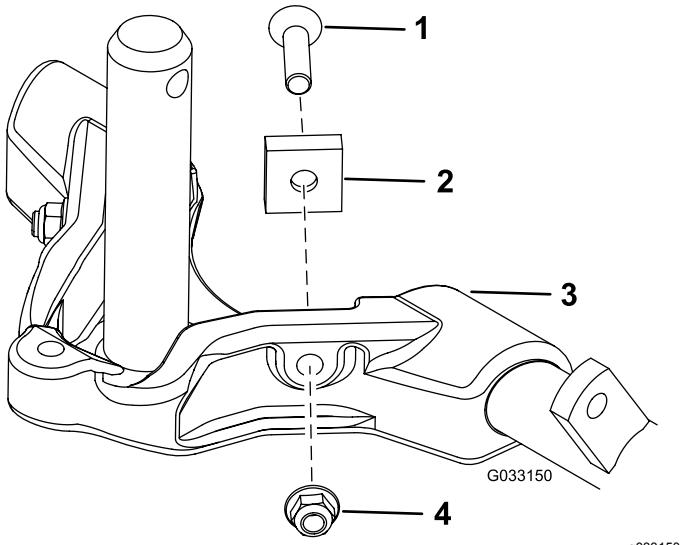

**Bild 14**
**Wichtig:** Montieren Sie an den Schneideeinheiten Nr. 4 (vorne links) und Nr. 5 (vorne rechts) die Schlauchführungen mit den Befestigungsmuttern der Stangenhalterung vorne an den Schneideeinheitnasen. Die Schlauchführungen sollten sich zur mittleren Schneideeinheit neigen (Bild 12 bis Bild 14).